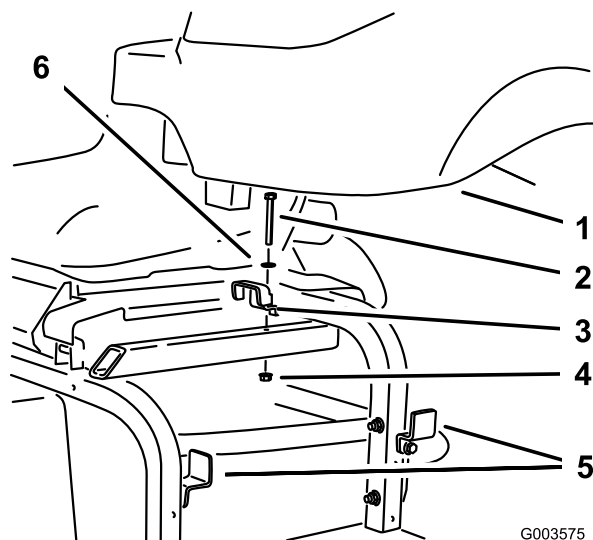

Figura 23
2. Instale o depósito hidráulico na estrutura e prenda-o com os 3 suportes previamente removidos e desapertados (Figura 23).